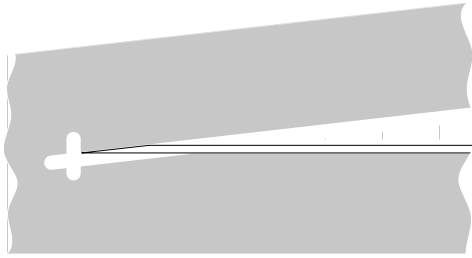

Abbildung 7: Herzstück bis zur Markierung in die Schablone einschieben
2. Die gerade Herzschiene so weit in die Y-Schablone einschieben, bis sie bei der Markierung gegen die schräge Gegenseite trifft (siehe Abbildung 7) und eine der gut zugänglichen Lötstellen löten.